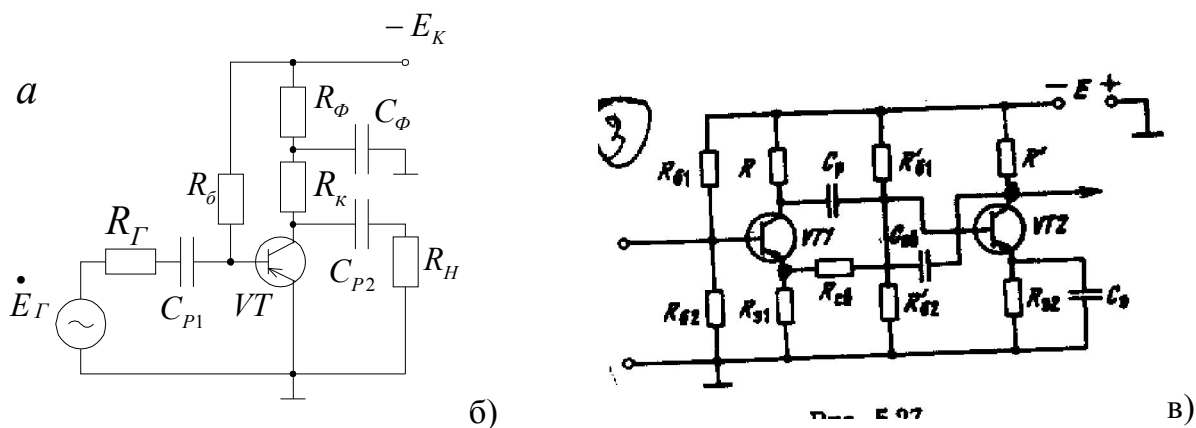

Рис.2
2.15. Принцип работы усилителя с низкочастотной коррекцией ($R_{\phi}C_{\phi}$ -фильтром) (рис.2а). Выбор параметров элементов НЧ-коррекции. Влияние коэффициента НЧ-коррекции на АЧХ.
2.16. Принцип работы усилителя с низкочастотной коррекцией ($R_{\phi}C_{\phi}$ -фильтром) (рис.2а). Выбор параметров элементов НЧ-коррекции. Влияние коэффициента НЧ-коррекции на переходную характеристику.
2.17. Принцип работы усилителя с низкочастотной коррекцией (с частотно-зависимой ООС) (рис.2б). Выбор параметров элементов НЧ-коррекции. Влияние коэффициента НЧ-коррекции на АЧХ.